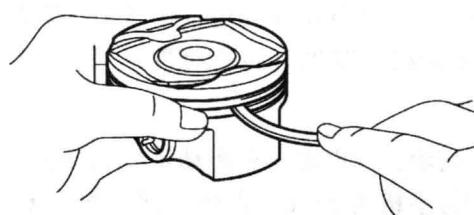

图 1-14 清洁活塞环槽
2) 如图 1-14 所示, 使用环槽清洁工具或旧活塞环, 清洁活塞环槽。